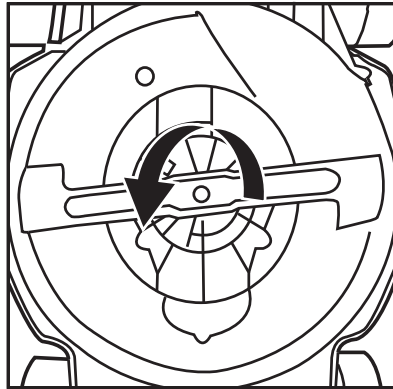

Fig. 16
4. Desaperte o parafuso de fixação (Fig. 16).